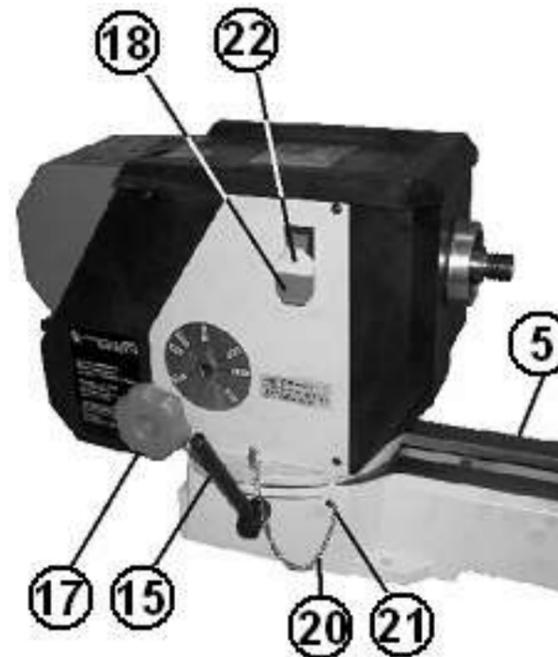

Рис. 5.
8.3. Установите машину прямо (Рис.5). Установите фиксирующую ручку (15) на эксцентриковый вал (19). Прикрепите цепь совмещающего штифта (14) к станине (5) винтом (21). Установите переднюю бабку так, чтобы шпиндель был направлен в противоположный конец станины. Вставьте совмещающий штифт (14) через нижнюю часть передней бабки (1) в станину (5). Установите переднюю бабку в нужную позицию путем поворота ручки фиксации (15) по направлению вперед. Закрепите диск регулировки частоты вращения шпинделя передней бабки (17) с помощью шайбы и винта.
10. ПРИНЦИП РАБОТЫ**10.1. Сетевой переключатель включения/выключения (Рис.5)**